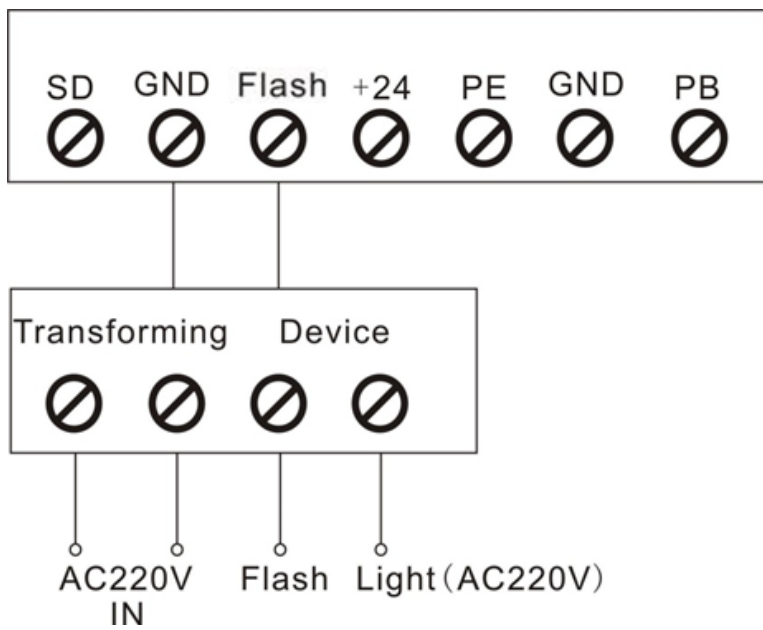
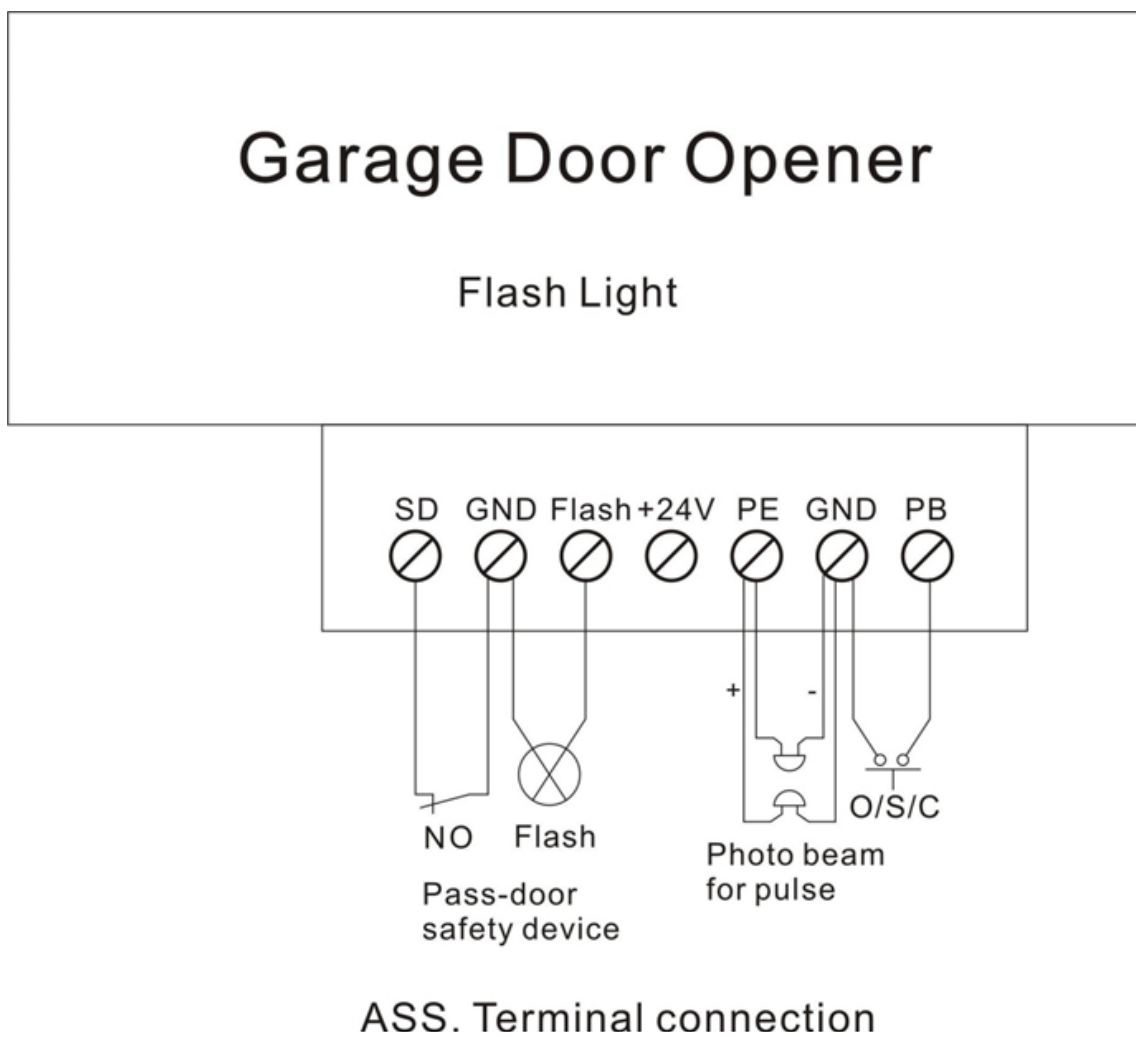

Abbildung 17
Abbildung 18
1. Die verfügbaren O/S/C-Schnittstellen. (Abb. 17, Abb. 18)
2. Blinklichtfunktion. (Abb. 17, Abb. 18)
3. Schlupftür (SD)-Schutz (Abb. 17, Abb. 18)